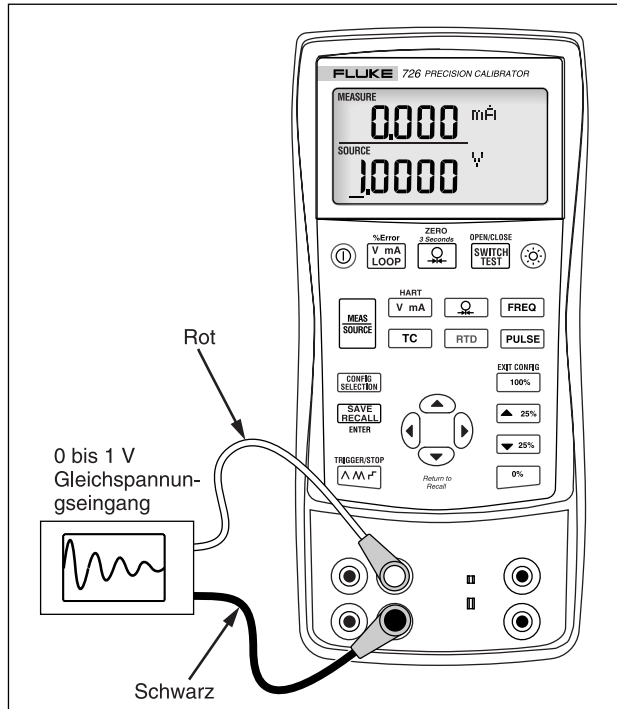

Abbildung 23. Kalibrieren eines Kurvendigrammschreibers
1. Die Messleitungen gemäß Abbildung 23 an das zu prüfende Instrument anschließen.